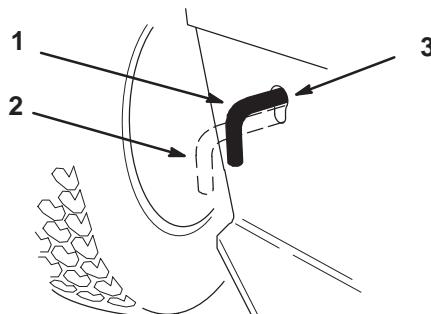

Bild 26
2. Schieben Sie die Antriebsstange in die **Schieben**-Stellung. Dadurch wird der Antrieb ausgekuppelt, und die Räder befinden sich im Freilauf (Bild 26).
Stellung (Bild 26).